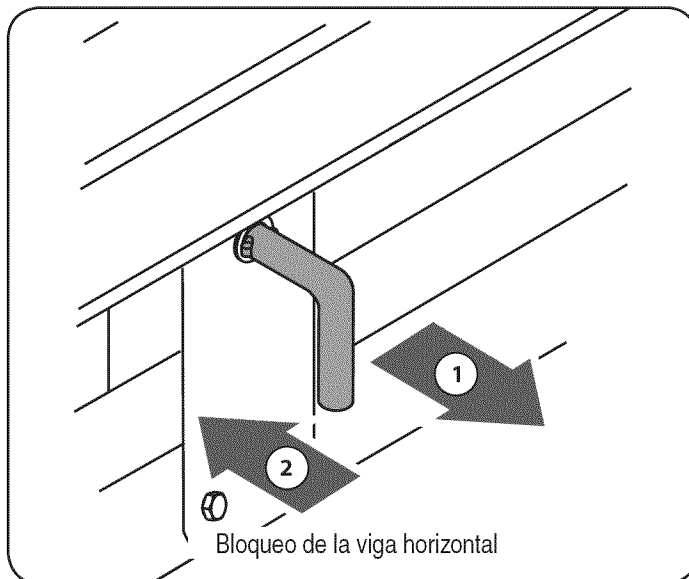

Figura 14
1. Tire el bloqueo de vigueta vertical hacia afuera y rótelo hacia abajo. Vea la Figura 14. Gire la vigueta a la posición horizontal. La vigueta se trabará automáticamente en posición horizontal.